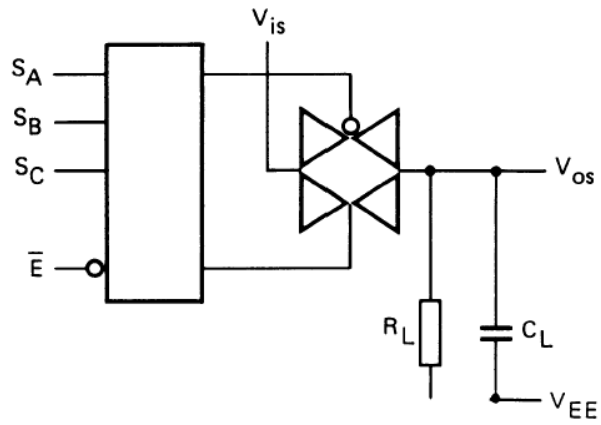

图 3
- $R_L=10K\Omega$  到  $V_{EE}$ ;  $C_L=50pF$  到  $V_{EE}$ ;  $\overline{E}=V_{SS}$ ;  $V_{IS}=V_{DD}$  (方波); 如图 3 所示
- $R_L=10K\Omega$ ;  $C_L=50pF$  到  $V_{EE}$ ;  $\overline{E}=V_{SS}$ ;  $S_n=V_{DD}$  (方波);  $V_{IS}=V_{DD}$  和  $R_L$  到  $V_{EE}$  用来测量  $t_{PLH}$ ;  $V_{IS}=V_{EE}$  和  $R_L$  到  $V_{DD}$  用来测量  $t_{PHL}$ ; 如图 3 所示
- $R_L=10K\Omega$ ;  $C_L=50pF$  到  $V_{EE}$ ;  $\overline{E}=V_{DD}$  (方波);  $V_{IS}=V_{DD}$  和  $R_L$  到  $V_{EE}$  用来测量  $t_{PHZ}$  和  $t_{PZH}$ ;  $V_{IS}=V_{EE}$  和  $R_L$  到  $V_{DD}$  用来测量  $t_{PLZ}$  和  $t_{PZL}$ ; 如图 3 所示
- $R_L=10K\Omega$  到  $V_{EE}$ ;  $C_L=15pF$  到  $V_{EE}$ ;  $\overline{E}$  或  $S_n=V_{DD}$  (方波); 干扰是  $|V_{OS}|$  (峰值); 如图 3 所示